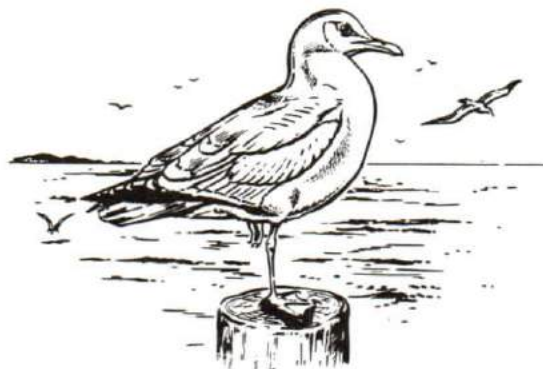

Figure 3-18
2. The birds you encounter near the shore will probably be one of the 43 species of gulls. See Figure 3-18.
2. Les oiseaux qu'on trouve près des rivages appartiennent sans doute à l'une des 43 espèces de mouettes (voir la figure 3-18).